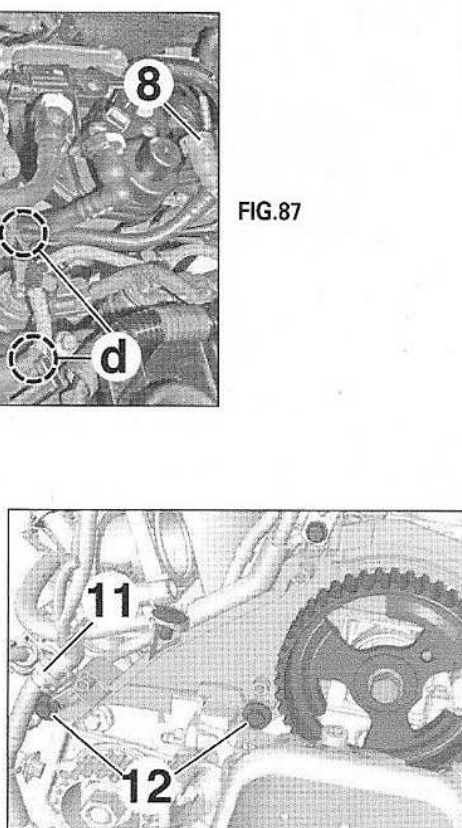

FIG.89
- Déposer (Fig.89) :
- l'agrafe (11),
- les vis (12).